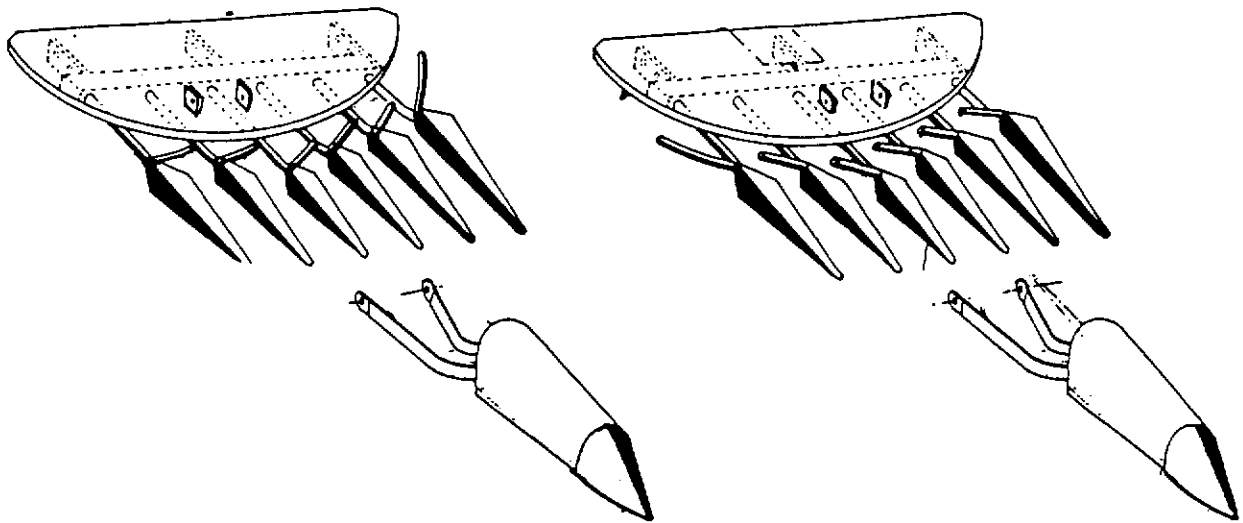

Bild 18
- GPS-Teilerspitze (10 Bild 18):
(10 Bild 18): 4080 00106 8
Bei extremer Lagerfrucht kann der Einsatz von sogenannten Stengelhebern notwendig werden. Es wird dann vor jeder Einzugstrommel vor den kleinen Teilerspitzen je ein Ährenheber montiert. (Bild 18).